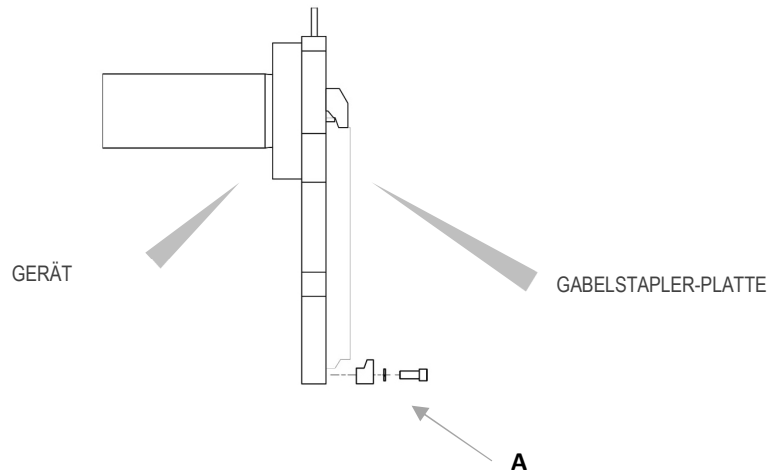

Abbildung 4
- Schrauben Sie die 2 unteren Haken **G** (Detail **A** in Abbildung 4) so an, dass ihr Körper auch an der Unterseite der Gabelträgerplatte **P** eingehängt bleibt (mit einem Spiel von max. 1,5 mm, siehe Detail), und ziehen Sie sie mit dem in Tabelle 2 angegebenen Anzugsdrehmoment fest.